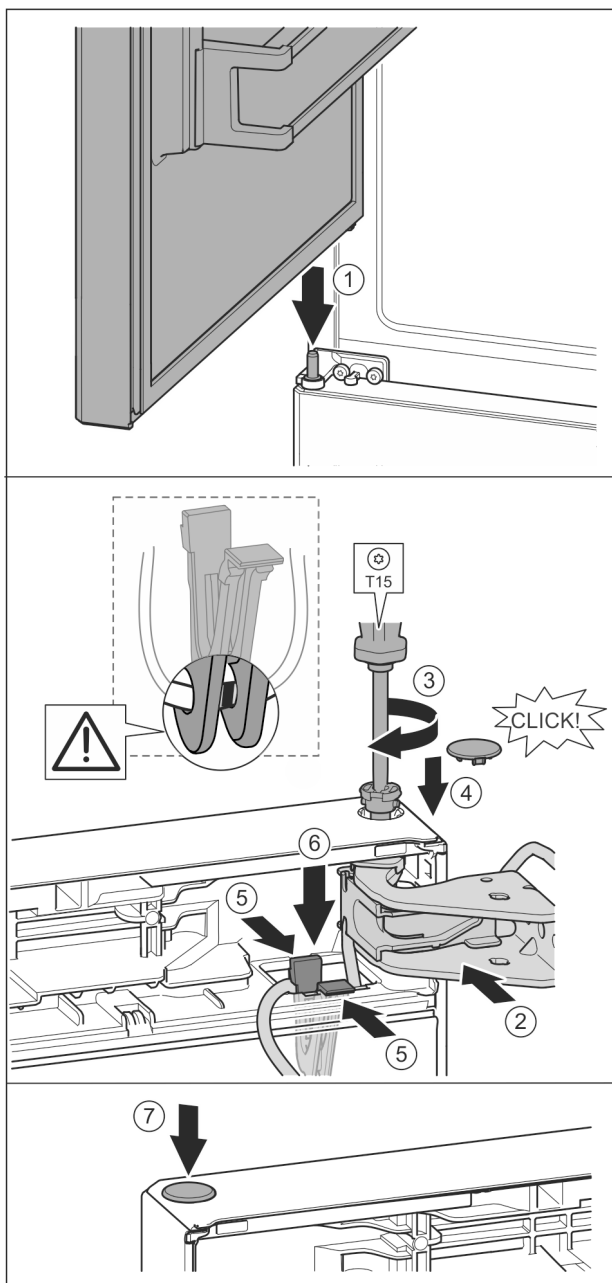

Fig. 41
- ▶ Bovenste deur op de middelste lagerbout plaatsen. Fig. 41 (1)
- ▶ Deur boven uitlijnen op de opening in de lagerbus. Fig. 41 (2)
- ▶ Bouten aanbrengen en met schroevendraaier T15 vastschroeven. Fig. 41 (3)
- ▶ Veiligheidsafdekking voor de veiligheid van de deur monteren: Veiligheidsafdekking aanbrengen en controleren of deze op de deur rust. Anders bout volledig aanbrengen. Fig. 41 (4)
- ▶ Houder met de hieraan bevestigde kabel in de opening aanbrengen. Fig. 41 (5)
- ▶ Houder naar onder drukken tot de las vastklikt. Fig. 41 (6)
- ▶ Stop aanbrengen. Fig. 41 (7)